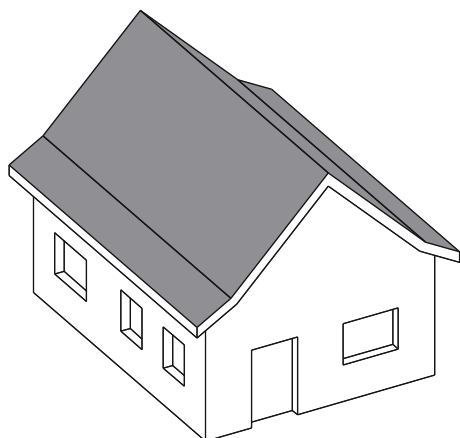

fig. 6.3
■ Le **comble retroussé** (fig. 6.3) : comble dont les pans de toiture sont composés de deux parties. La partie inférieure, peu importante, est moins inclinée que la partie supérieure.